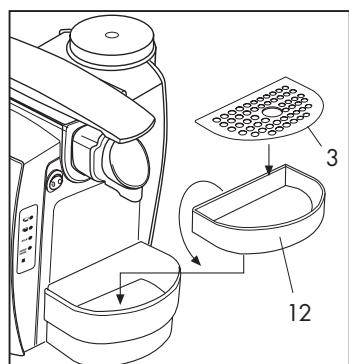

Abb.6
Das Gitter (3) ist in der Höhe auf zwei unterschiedliche Stufen je nach Tassengröße einstellbar indem die Schale (12) gewendet und das Gitter der Tropfschale (3) (**Abb. 6**) darauf gelegt wird.